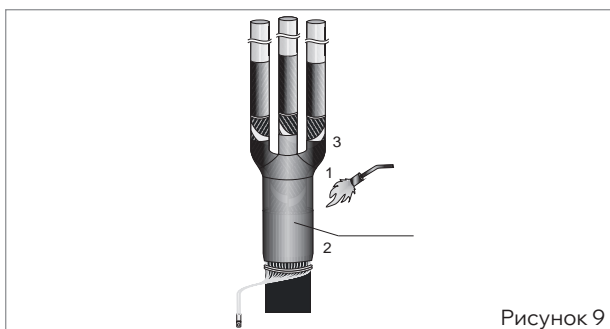

Рисунок 9
- В случае концевой муфты наружной установки после усадки трекингостойкой трубки надеть на кабель два термоусаживаемых изолятора с интервалом 60 мм между изоляторами и усадить, начиная с нижнего (рис. 9).
■ Сблизить жилы кабеля. Надеть перчатку до упора в корешок разделки. Усадить перчатку, начиная с середины, затем ее основание на оболочку кабеля, а потом пальцы перчатки на жилы кабеля. После усадки по торцам основания и пальцев перчатки должен быть виден выступивший расплавленный клей (рис. 9).